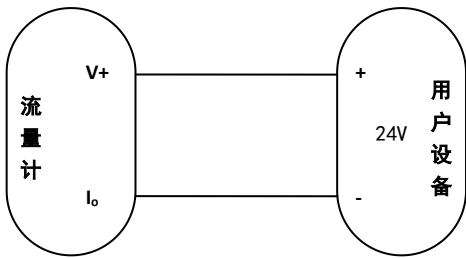

图 9-3 两线制 4~20mA 输出接线图
7.4.3 两线制 4mA~20 mA 输出（见图 9-3）